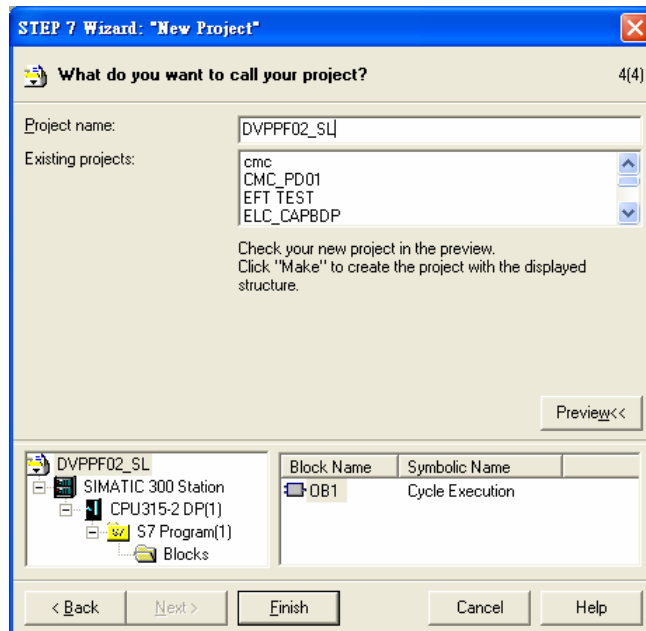

图 10-7
6. 如图 10-7 所示, 在 Project name 栏内输入工程文件的文件名, 输入后点击『Finish』按钮。